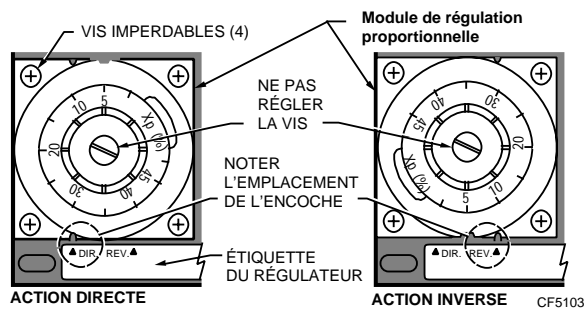

Fig. 4. Modification de l'action du contrôleur.
1. Dévisser les quatre vis (Fig. 4) du module de régulation proportionnelle.